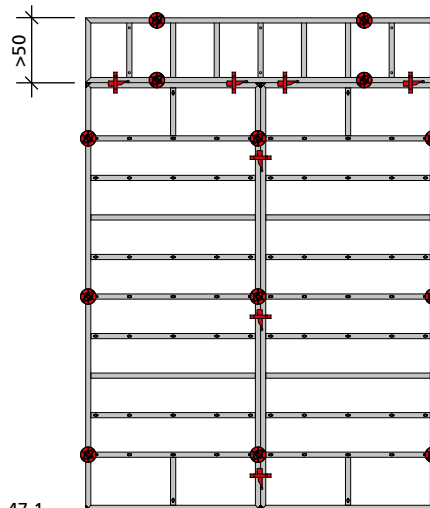

Fig. 47.1
■ Si se incrementa con un panel de más de 50 cm de ancho, se deberá montar un anclaje en cada orificio de anclaje (Fig. 47.1).